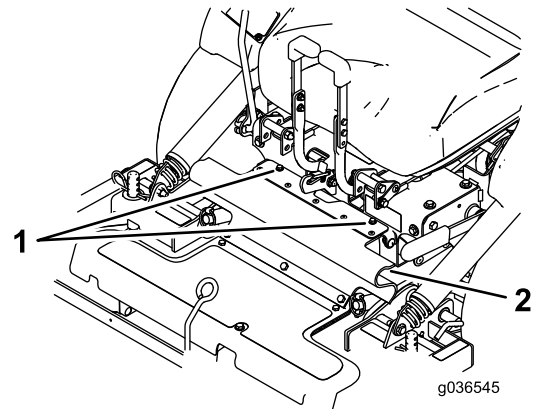

Figura 8
3. Allentate i bulloni applicati alla protezione in gomma (Figura 8).
3. Montate la protezione in gomma con i bulloni (Figura 8).